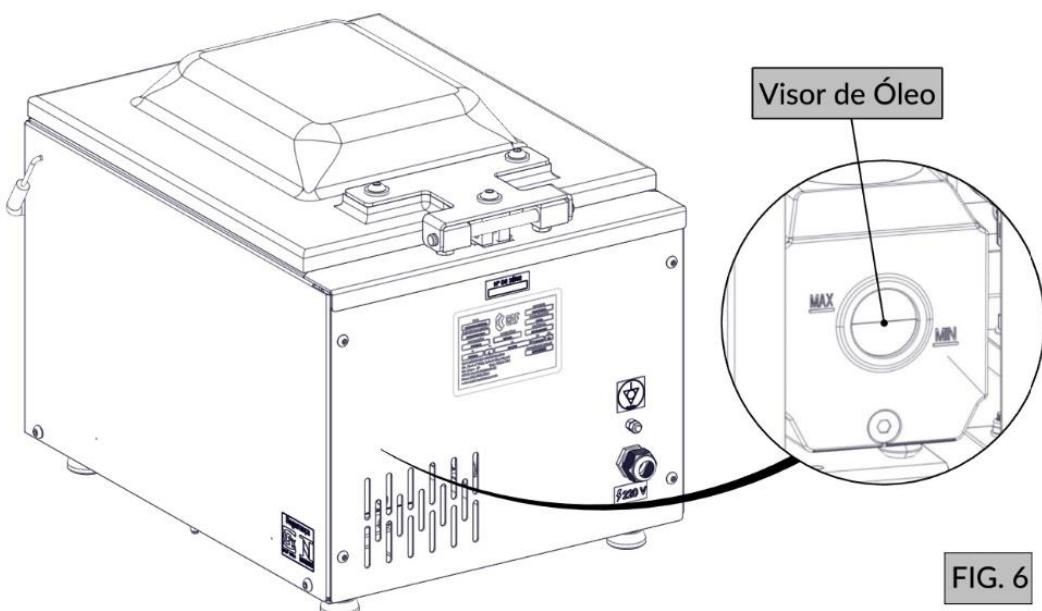

FIG. 6
- Periodicamente verifique o aspecto do óleo pelo visor de nível da Bomba a Vácuo (FIG. 6), se estiver leitoso, esbranquiçado ou apresentar algum tipo de contaminação, providenciar a troca do óleo. Se o nível estiver baixo, complete-o, caso contrário realize o escoamento do óleo, buscando sempre deixar próximo da metade do visor. A boa condição do óleo é essencial para a operação e para longevidade da máquina.